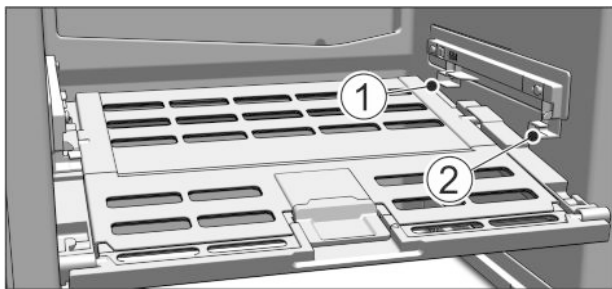

Fig. 16
- ▶ Vaisių ir daržovių saugyklos dangčio įdėjimas: dangčio kakliukus įstatykite iš apačios į užpakalinį laikiklį Fig. 16 (1) ir užfiksuokite priekyje laikiklyje Fig. 16 (2).